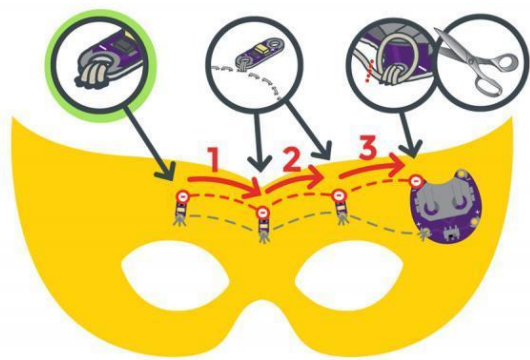

Рис. 5.12. Повторення зшивання компонентів
**Крок 5. Повторення процесу зшивання.** З новим відрізком нитки процес повторюється для негативної частини схеми - з'єднавши негативні шви трьох світлодіодів один до одного і, нарешті, негативну вкладку на тримачі батареї. Тепер треба остаточно зав'язати фінішний вузол і обрізати зайву нитку (рис. 5.12).